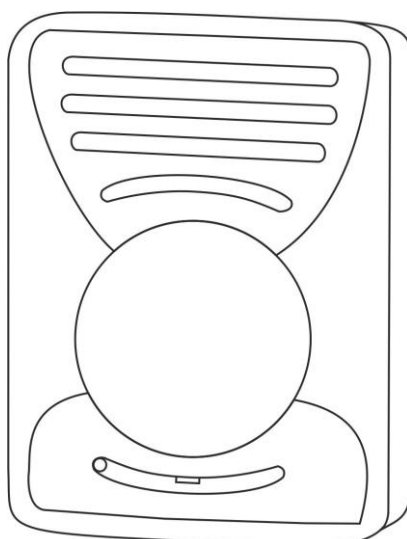

Рисунок 5.6. Абонентское устройство громкой связи GC-2001P5
3. Абонентское устройство громкой связи GC-2001P5 (рис.5.6).